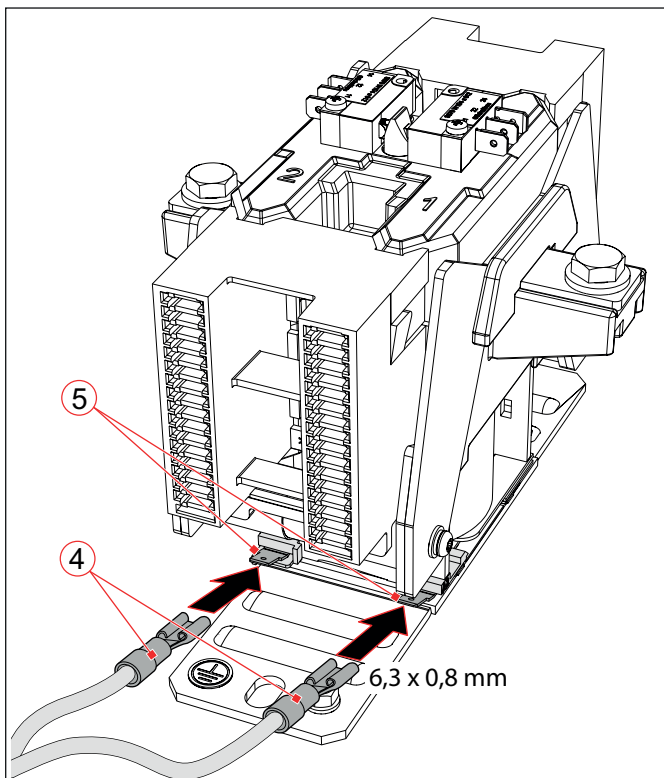
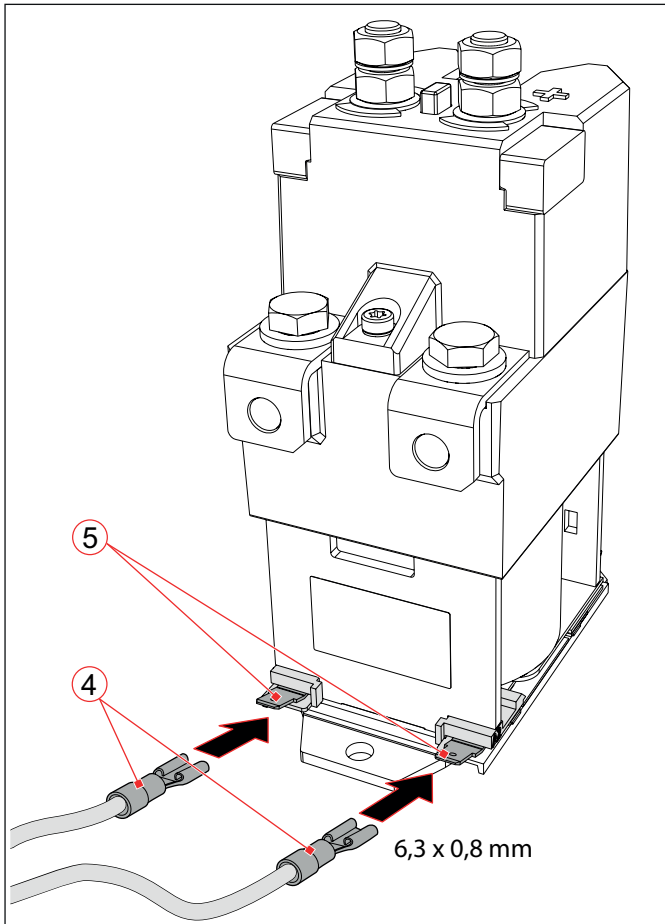

Abb. 23: C195 X/: Spulenanschlüsse herstellen
Abb. 26: C195 W/: Spulenanschlüsse herstellen
- ▶ Steuerleitungen und Flachsteckhülsen nur in Steckrichtung bewegen und verlegen, siehe **Abb. 23** bis **Abb. 26**.